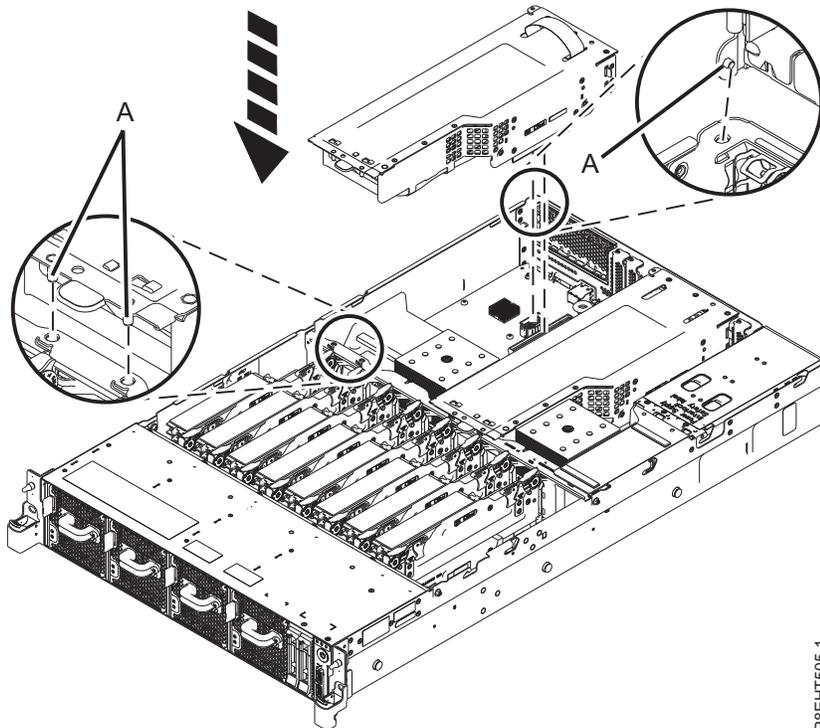

Figura 30. Inserindo o riser PCIe
2. Usando os 3 pinos de alinhamento, coloque a GPU de substituição riser PCIe no sistema. Empurre-o para baixo no lugar até que esteja firmemente encaixado no sistema. Consulte Figura 30.